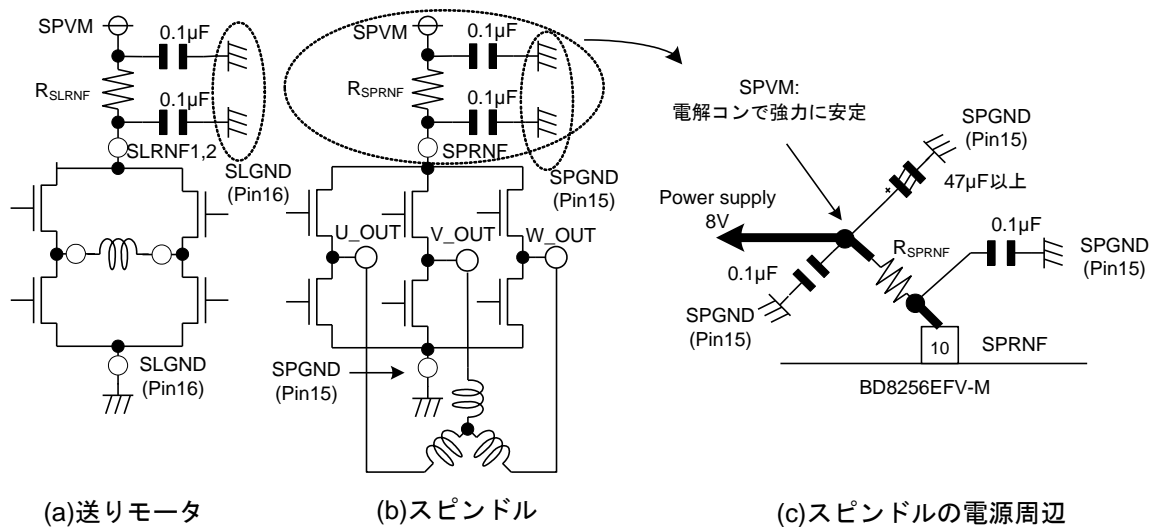

Figure 29. セラミック・コンデンサの位置
- ② ドライバの電源端子、GND 端子間には ESR の低い電解コンデンサで強力に安定させてください。また IC の直近には、高周波特性の良いセラミック・コンデンサをつけてください。RNF-GND 間にも同様に高周波特性の良いセラミック・コンデンサをつけてください。(Figure 29.) それにより PWM スイッチング、及びスピンドルモータの回転による電源リップルを抑えることができます。